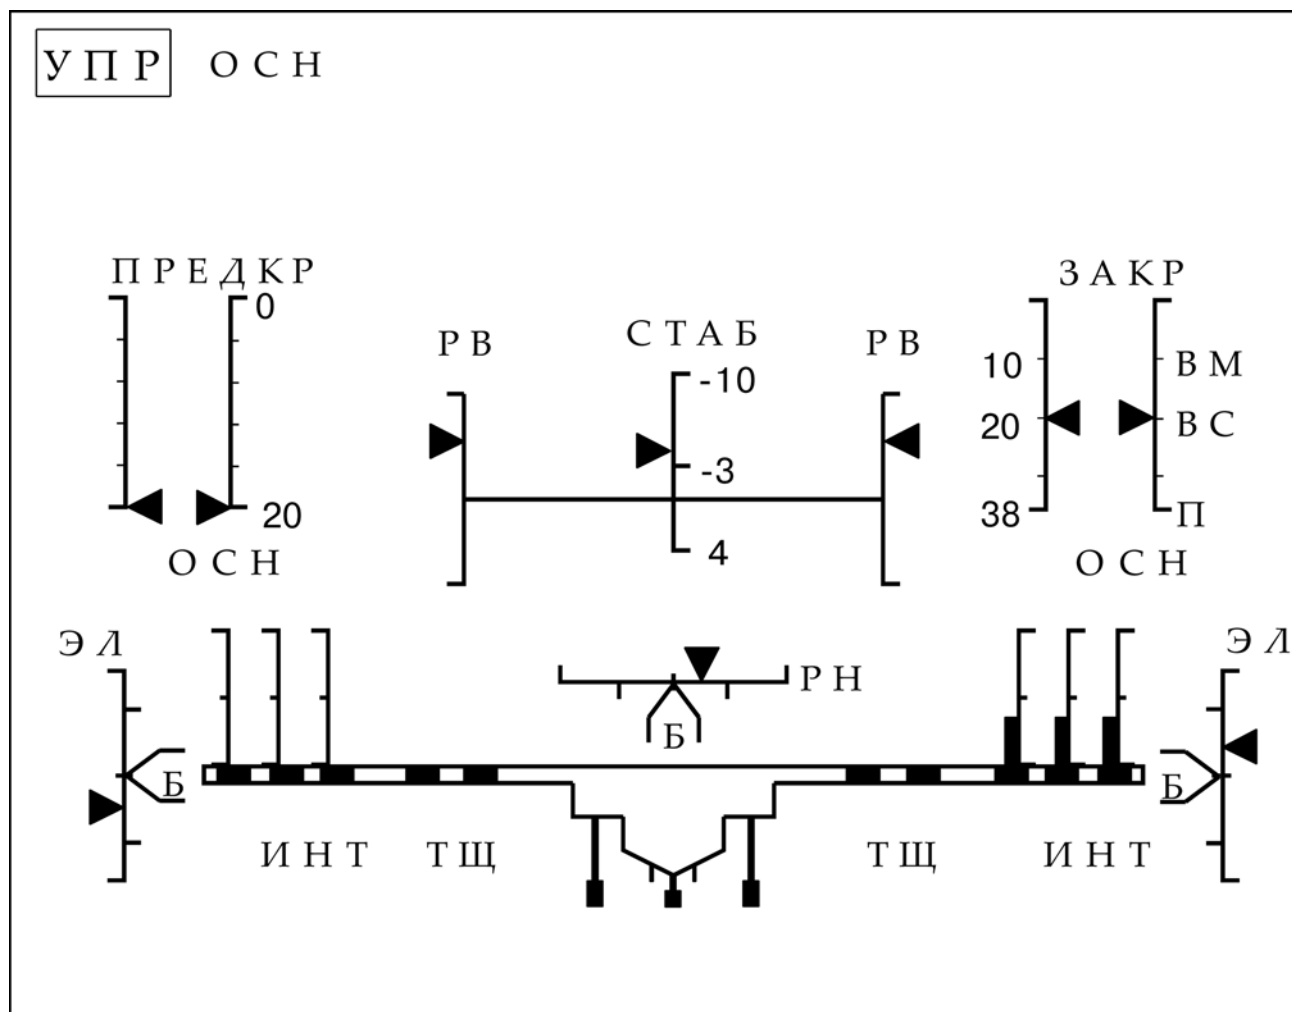

*Рис. 9 Основной режим работы ЭДСУ. Взлетная конфигурация с земли.
Графика кадра УПР приведена на *Рис. 9, 10, 11, 12, 13, 14 и 15* в семи вариантах:
- *Рис. 9* — взлетная конфигурация с суши, нормальная работа систем (основной режим работы ЭДСУ);